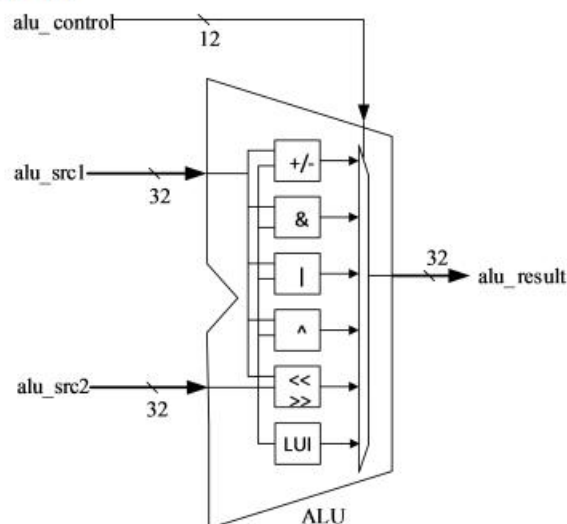

图 5.3 ALU 的原理图
- 4、实验报告中的原理图就用图 5.3 即可，不再是顶层模块图。实验报告中应该有两个表，第一个表为验证实验初始的 11 种运算，表中列出操作码、操作数和运算结果；第二个表是改进实验后的 11+3 种运算的验证，表中列出操作码、操作数和运算结果。注意自行添加的三种运算还需要附上实验箱验证照片。